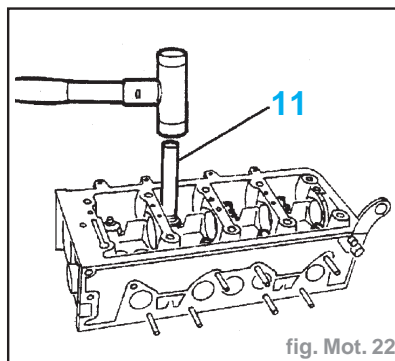

fig. Mot. 22
- Reposer les joints avec l'outil (11) (réf. 0132W) (fig. Mot. 22).